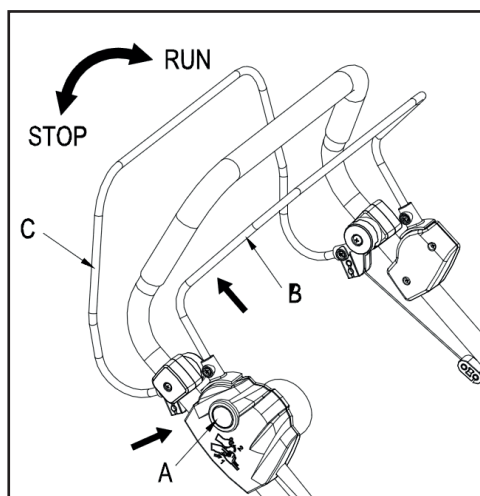

Рис. 5
- Нажмите на предохранительную кнопку (А, рис. 5) выключателя, а затем потяните рычаг старта (В) на себя.
- Чтобы начать движение вперед, потяните рычаг (С, рис. 5) вверх. Газонокосилка начнет движение.